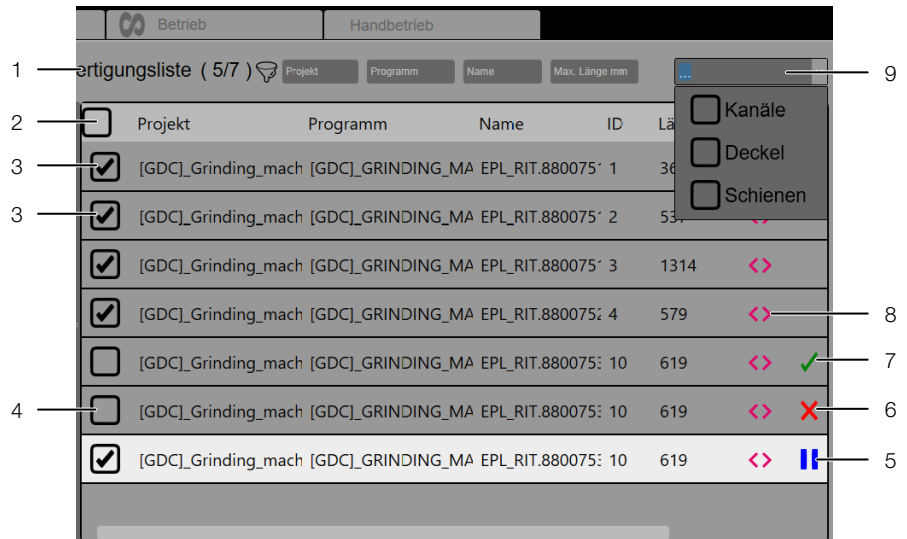

Abb. 10: Registerkarte „Vorbereitung“ – Fertigungsliste
- Wählen Sie nach und nach die gewünschten Bauteile an, indem Sie die Checkbox (Abb. 10, Pos. 3) vor dem jeweiligen Bauteil aktivieren.
- Drücken Sie die Schaltfläche „<>“ (Abb. 10, Pos. 8) in der Spalte „EF“ des Werkstücks, dass Sie bearbeiten möchten.